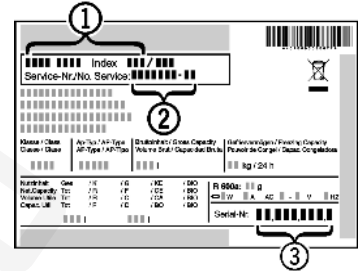

Fig. 20
- ▶ A készülék megnevezését Fig. 20 (1), a szerviz- Fig. 20 (2) és sorozatszámot Fig. 20 (3) a típustábláról olvassa le. A típustábla a készülék belsejében baloldalon található.
- ▶ Értesse a vevőszolgálatot a hibáról, és adja meg nekik a készülék megnevezését Fig. 20 (1), a szerviz- Fig. 20 (2) és a sorozatszámot Fig. 20 (3).